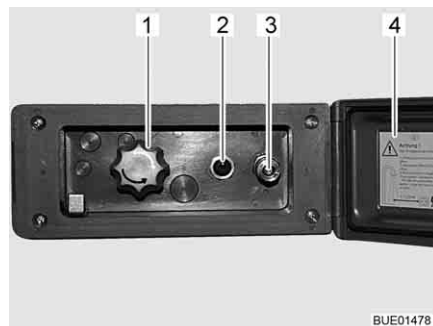

Fig. 141 Conexión de ducha exterior
- Desbloquear y abrir la tapa (Fig. 141,4).
- Conectar la manguera de la ducha exterior al cierre rápido (Fig. 141,3).
- Encender la bomba de agua con el interruptor (Fig. 141,2).
- Ajustar la temperatura del agua con el botón giratorio (Fig. 141,1) según se desee.
- Apagar la bomba de agua con el interruptor (Fig. 141,2).
- Cerrar la tapa (Fig. 141,4) y bloquearla con la llave.
- Poner el botón giratorio (Fig. 141,1) en la posición central.